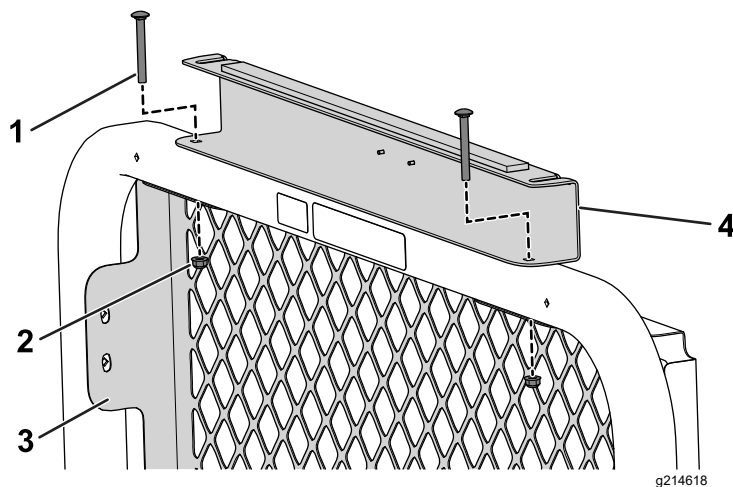

Figura 33
5. Utilice 2 pernos de cuello cuadrado (5/16" x 2¾") y 2 tuercas con arandela prensada (5/16") para sujetar el soporte trasero de la capota y la rejilla trasera a la barra antivuelco (Figura 33).